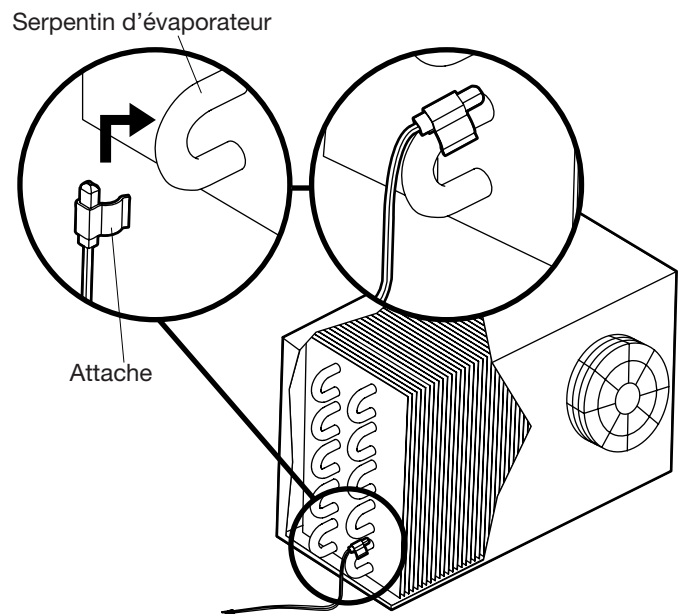

FIG. 9 Raccordement de la sonde à thermistance au serpentin de l'évaporateur
- Utiliser la pince fournie ou un autre moyen (par ex. un collier, du ruban isolant ou une attache autobloquante), si la taille de la pince n'est pas adaptée, pour fixer la sonde à thermistance à l'un des tubes du circuit, comme illustré à la FIG. 9. Attacher la sonde à l'un des serpents inférieurs, en position 10 h ou 2 h, en s'assurant qu'elle est bien en contact avec le tube de l'évaporateur.